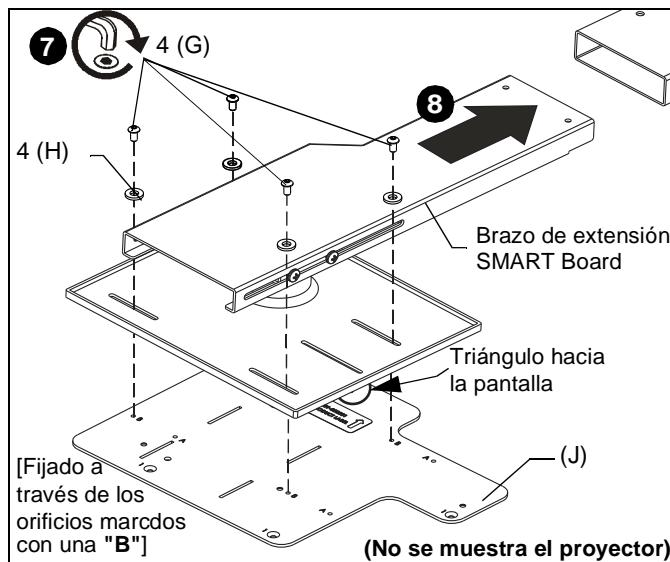

Figura 10
- Fije el soporte de acoplamiento (J) con el proyector Epson al extremo del brazo de extensión SMART Board existente a través de los orificios de montaje marcados con una "B" utilizando cuatro tornillos de cabeza redonda M4 x 8 mm (G) y cuatro arandelas M4 (H). (Consulte la figura 10)
- Deslice el brazo de extensión SMART Board en la ubicación correcta del soporte SMART Board según la extensión y el peso indicados en el modelo del proyector y el modelo del SMART Board, siguiendo la información de la Tabla 2. (Consulte la figura 10)